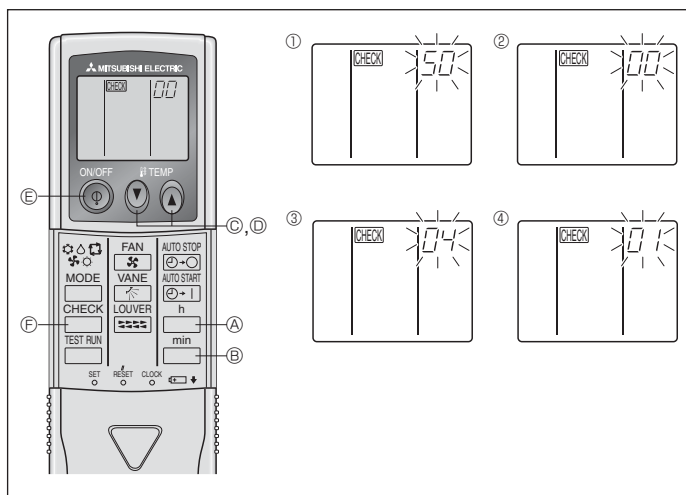

Fig. 6-11
⑧ Pulse el botón MODE para que el modo y el número de configuración ( I ) y ( II ) estén continuamente activados y se pueda confirmar el contenido de la configuración.
⑨ Mantenga simultáneamente presionados los FILTER y TEST RUN durante dos segundos por lo menos. La pantalla de selección de funciones desaparecerá momentáneamente y aparecerá la visualización de desconexión (OFF) del acondicionador de aire.
**2) Para el controlador remoto inalámbrico por infrarrojos (Fig. 6-11)**